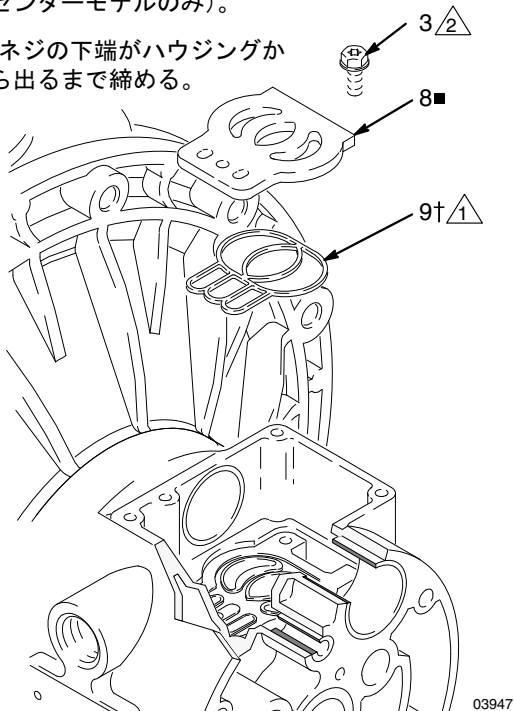

図 9
5. バルブプレート (8) を取り付けたままで点検します。損傷していた場合には、トルクス (T20) ドライバーまたは7 mm (9/32 インチ) のソケットレンチを使用して、3本のネジ (3) を外します。バルブプレート (8) を取り除き、アルミニウム・センター・ハウジングのモジュールの場合のみ、シール (9) を取り除きます。図 9 を参照してください。
2. アルミニウム製センターハウジングのモデルでは、バルブプレートシール (9+) はバルブキャビティ底部の溝中に取り付けます。バルブプレートシールの円形の側を下向きにして溝に取り付ける必要があります。図 9 を参照してください。
3. バルブプレート (8■) を、キャビティに取り付けます。アルミニウム製センターハウジングモデルでは、プレートはリバーシブルとなっています。そのため、どの側を上にしてもかまいません。トルックス (T20) ドライバーまたは 7 mm (9/32 インチ) のソケットレンチを使用して、3 本のネジ (3) を締めます。ネジの下端がハウジングから出るまで締めてください。図 9 を参照してください。